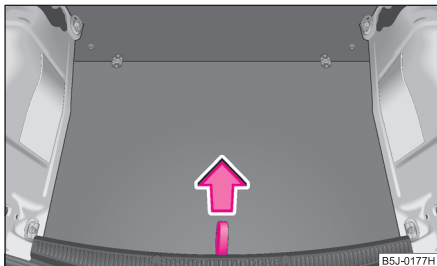
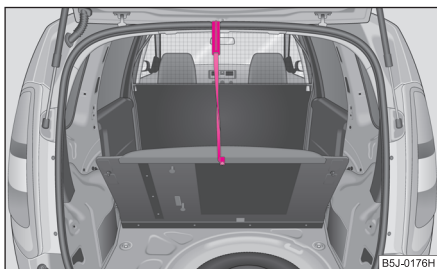

Fig. 198 Cureauă pentru ridicarea mochetei portbagajului
Fig. 199 Fixarea mochetei cu un cârlig din plastic
- Ridicați mocheta de curelușă ⇒ fig. 198 și fixați-o cu cârligul de plastic (acesta se găsește sub marginea mochetei) de marginea superioară a hayonului ⇒ fig. 199. ■